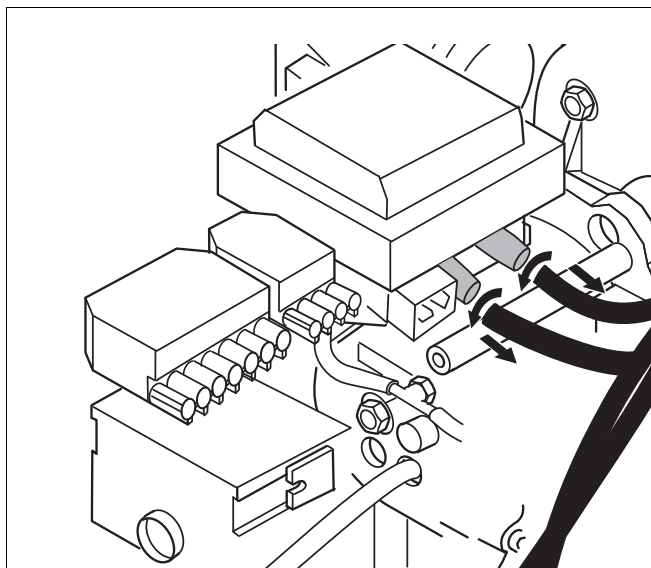

Рис. 46 Отсоедините запальные провода от запального трансформатора
- Отсоедините запальные провода от запального трансформатора. Для этого выверните провод против часовой стрелки (рис. 46).